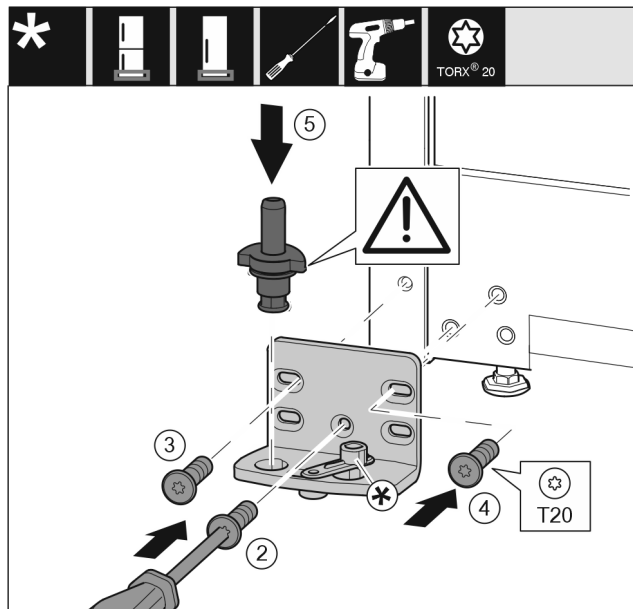

Fig. 25
- ▶ Pange laagripukk teisel küljel kohale ja kruvige kruvikeerajaga T20 abil külge. Alustage kruviga 2 alt keskelt. Fig. 25 (2)
- ▶ Keerake kruvi 3 ja 4 kinni. Fig. 25 (3,4)
- ▶ Pange laagripolt täielikult sisse. Pöörake seejuures tähelepanu sellele, et fiksaatornukk on tahapoole suunatud. Fig. 25 (5)